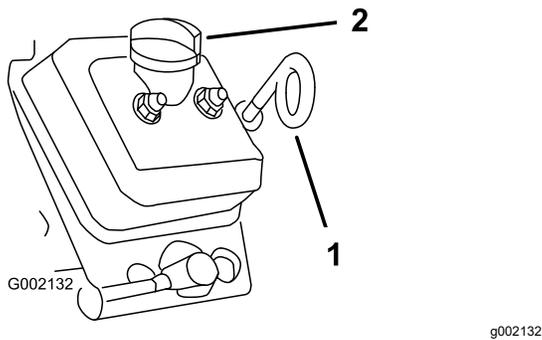

Figura 20
3. Utilize um pano para limpar em redor da vareta de óleo e tampão de enchimento (**Figura 20**) de forma a que a sujidade não caia no tubo da vareta ou no tubo de enchimento e danifique o motor.
4. Retire a vareta do óleo e limpe a extremidade (Figura 20).
5. Volte a colocar a vareta completamente no tubo da vareta (Figura 20).
8. Volte a colocar o tampão de enchimento (Figura 20).
9. Insira a vareta do óleo e coloque-a com firmeza (Figura 20).